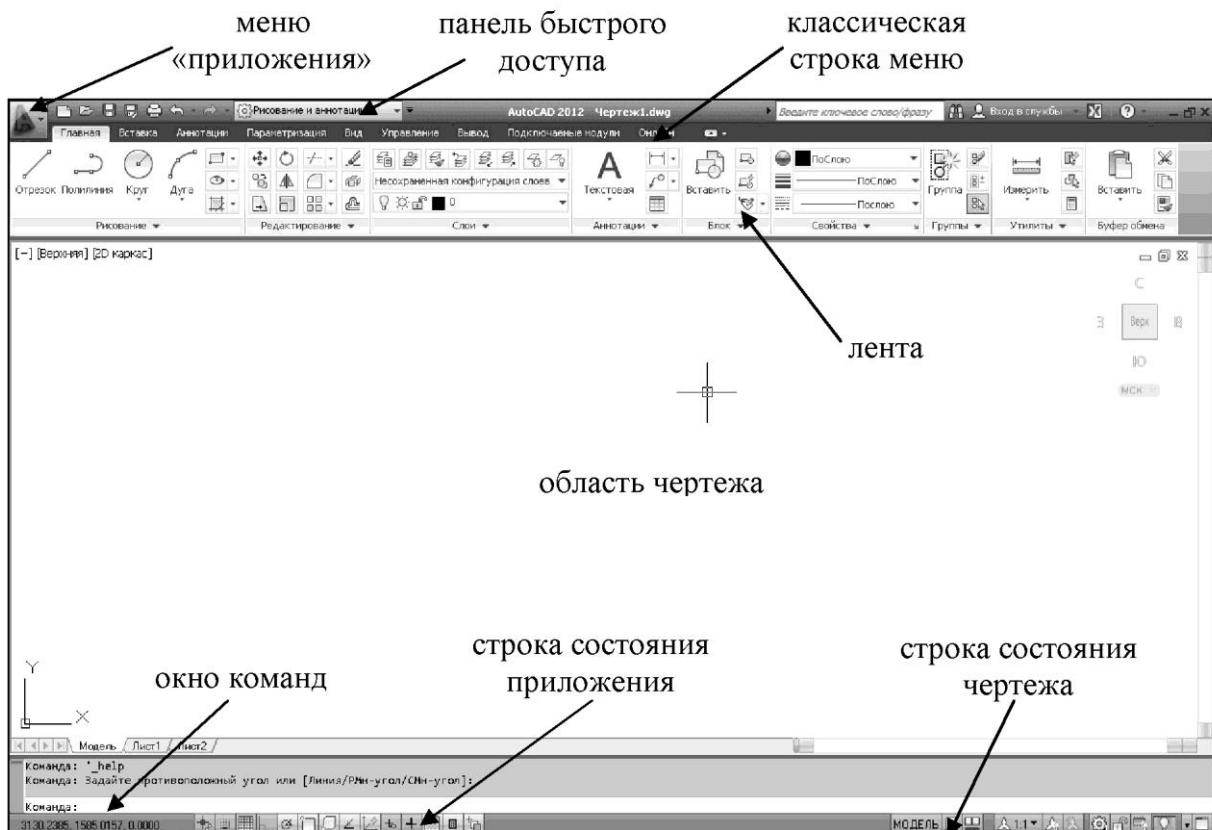

Рисунок 1. Интерфейс AutoCAD 2012
- С версии AutoCAD 2007 интерфейс программы приобрел современный вид (рис. 1).
На панели быстрого доступа (рис. 1) отображаются команды, позволяющие отменить или повторить (восстановить) изменения в файле. Для отмены или повторения одного из последних изменений нажать кнопку раскрытия списка справа от кнопок «Отменить» и «Повторить».
В строке состояния приложения (рис. 1) отображаются координаты курсора, а также инструменты рисования, быстрого просмотра и масштабирования аннотаций.
В строке состояния чертежа (рис. 1) отображаются инструменты для масштабирования аннотаций.